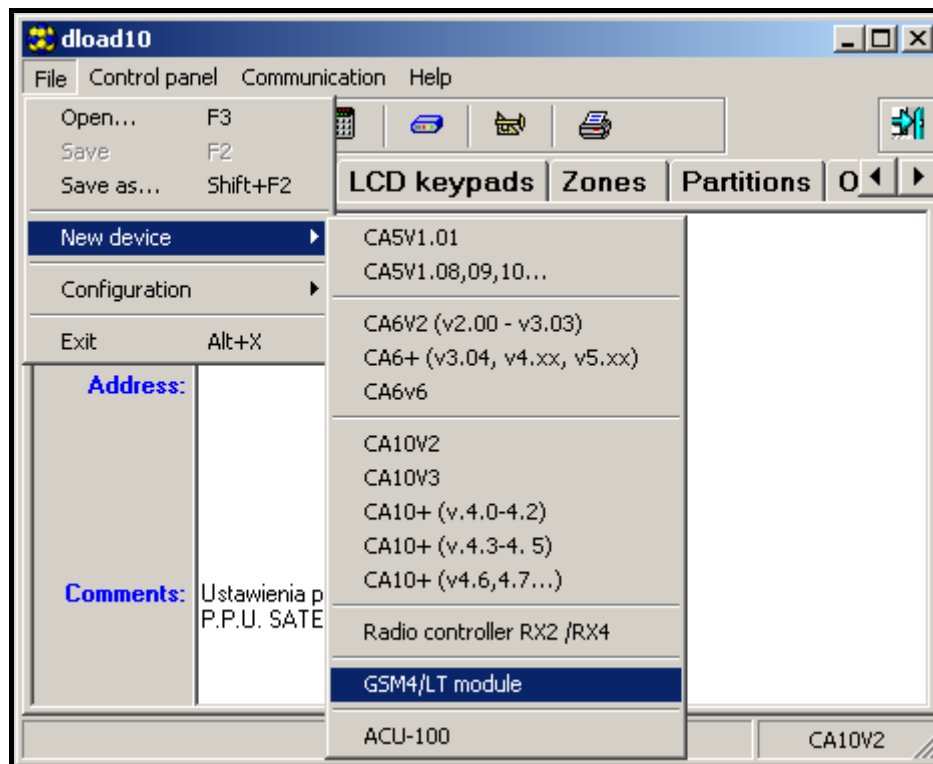

Figure 9.
2. Ouvrir la fenêtre avec les données du module, en choisissant du menu de programme **Fichier→Nouveau→Module GSM** (voir : la figure 9).